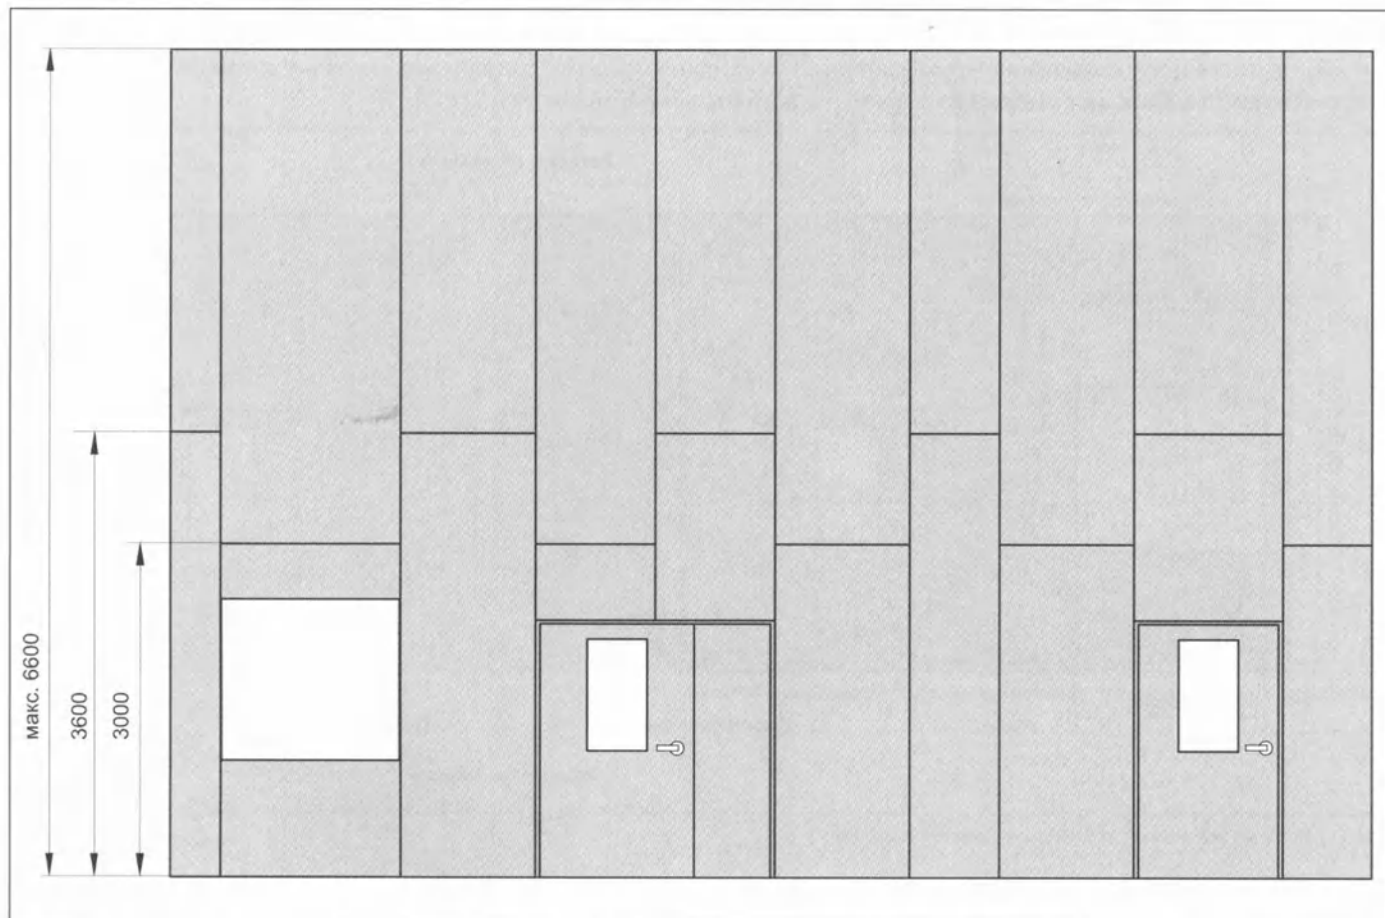

Рис.2 Система ZIG-ZAG
3.1.2. Система ZIG-ZAG (рис.2)